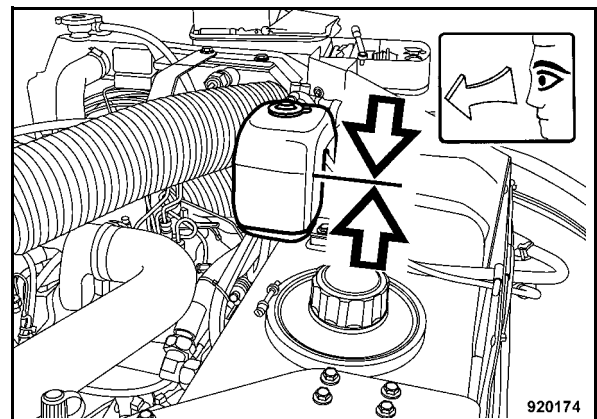

Fig. 90
- Controllare il livello del liquido di raffreddamento nel serbatoio di compensazione (Fig. 90).